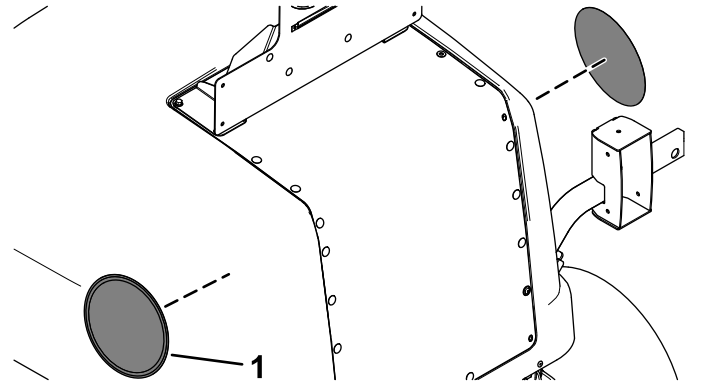

Figure 27
15. Apposez les autocollants de vitesse de chaque côté du capot (**Figure 27**).